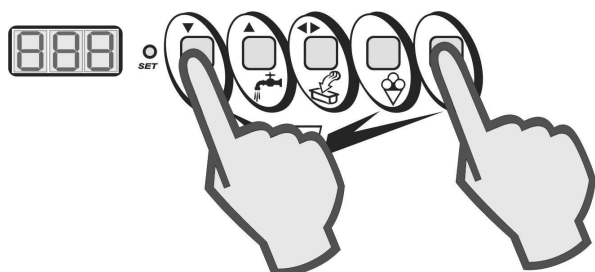

Fig.1
- Avec la machine en STOP, appuyer simultanément sur les touches STOP et AUTOMATIQUE pour accéder au programme de production granité avec contrôle de consistance et agitation continue (Fig. 1).